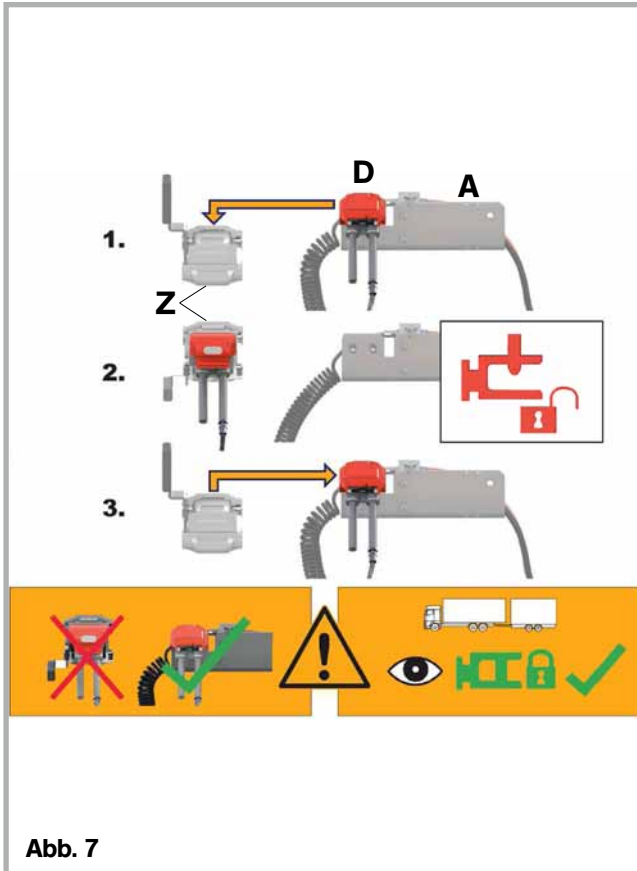

Abb. 7
2. Bedienung (Ein- und Abkuppeln, Abb. 7)